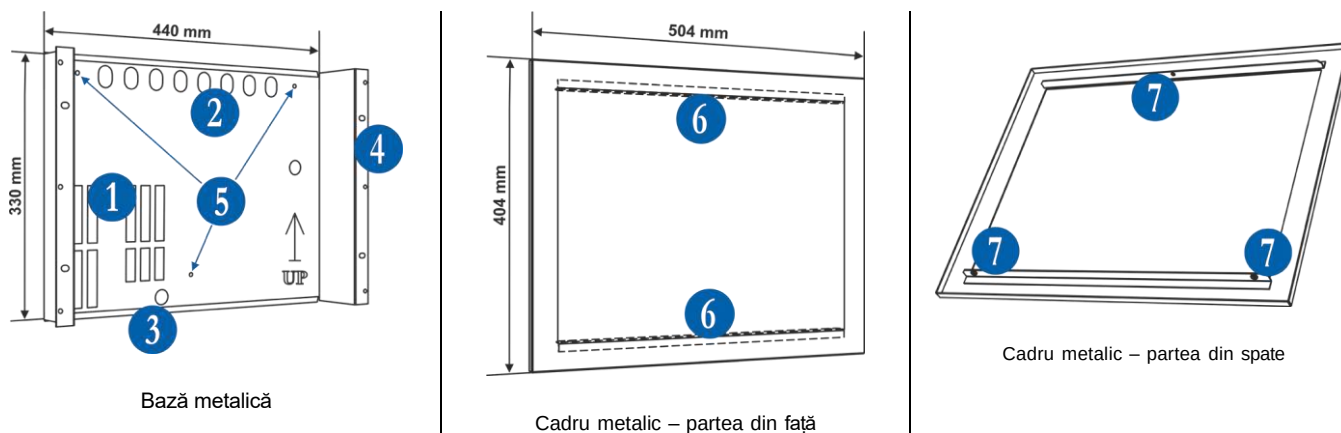

Figura 6
2.3. Montaj încorporat Montajul încorporat este conceput pentru cutia de panou iRIS8 S și se aplică în pereți uși de 25 mm grosime. Montajul încorporat se realizează cu un kit special care conține: bază metalică, cadru decorativ metalic și set de elemente de fixare – Figura 6.